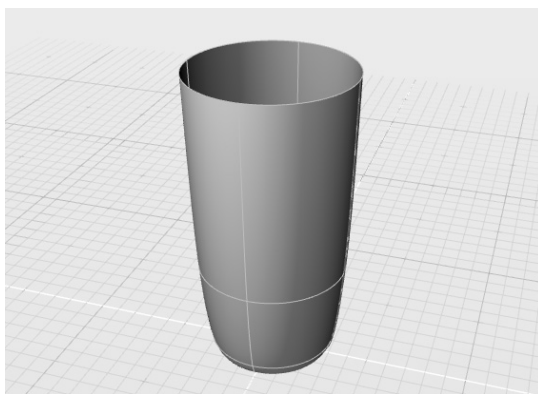

图 7-38 旋转曲线获得曲面
2) 使用“旋转”工具, 将上一步创建的 NURBS 曲线旋转为 NURBS 曲面, 如图 7-38 所示。